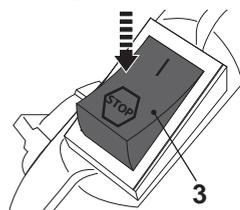

Fig. 15
- > Mettez les deux interrupteurs d'allumage [3] sur « I » (position MARCHÉ) (Fig. 15).